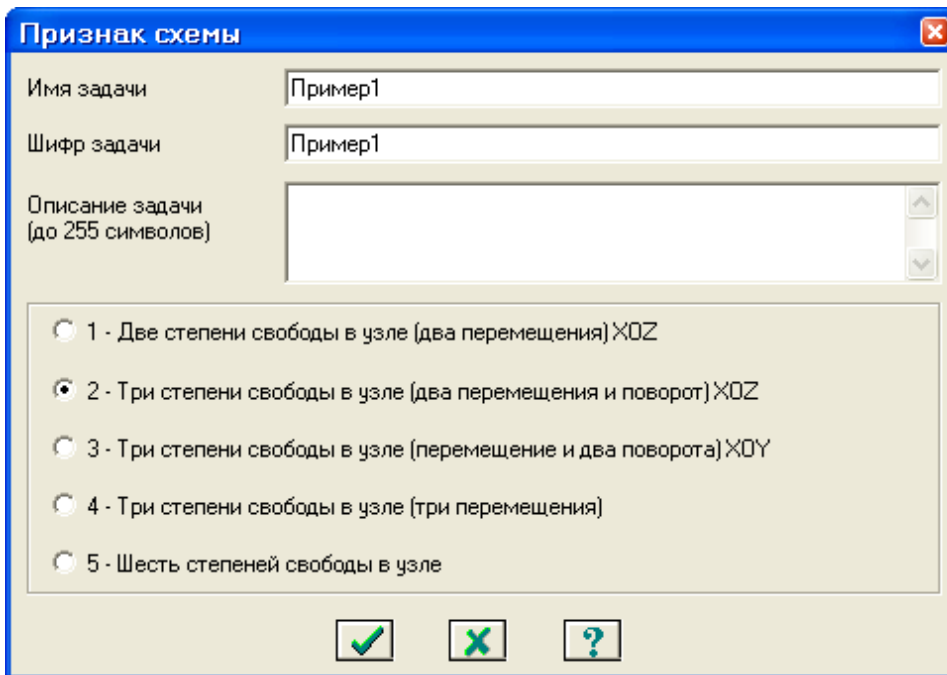

Рис.1.4. Диалоговое окно Признак схемы
- В появившемся диалоговом окне **Признак схемы** (рис. 1.4) задайте следующие параметры: